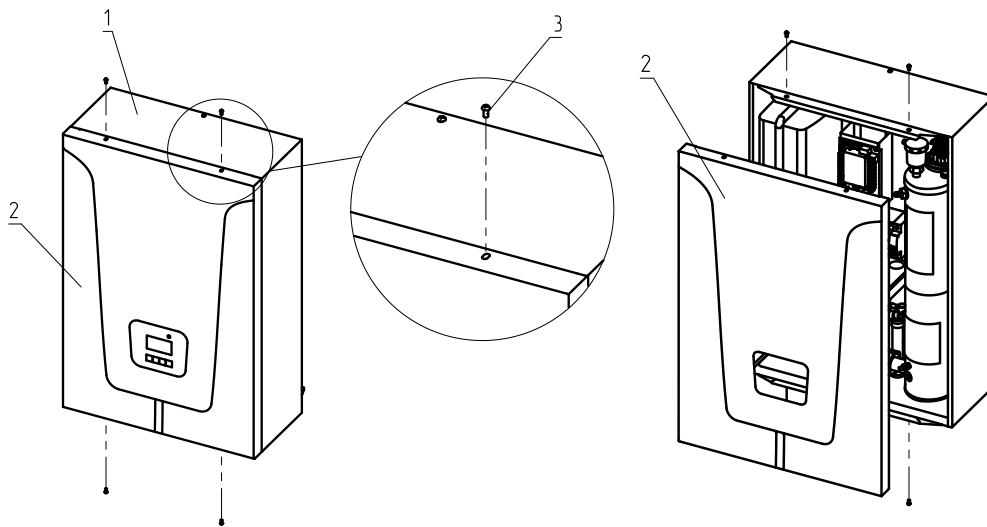

Рис.4 Снятие крышки кожуха
6.4. Снять крышку кожуха (Рис.4 поз.2), предварительно выкрутив четыре винта (Рис.4 поз.3) крепления крышки в соответствии с Рис.4.